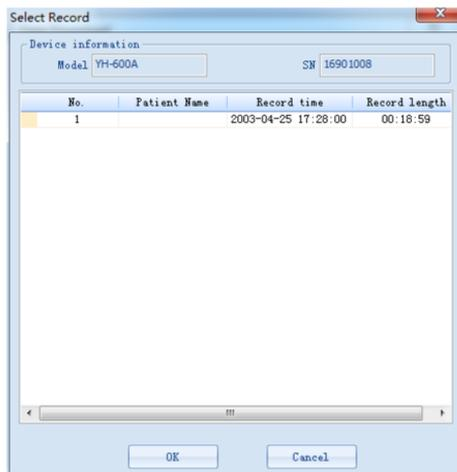

Figura 2-17
- (3) Repita el paso 1, luego haga clic en el modo de comunicación “USB”, haga clic en el botón “Connect” para que aparezca la interfaz de “Select Record” como se muestra en la Figura 2-17.